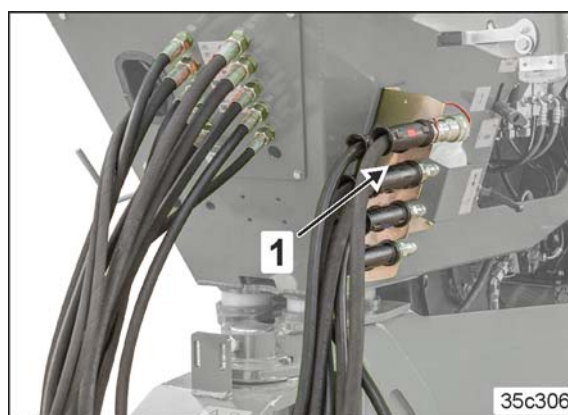

Fig. 124
- Schlauchgarderobe (Fig. 124/1)